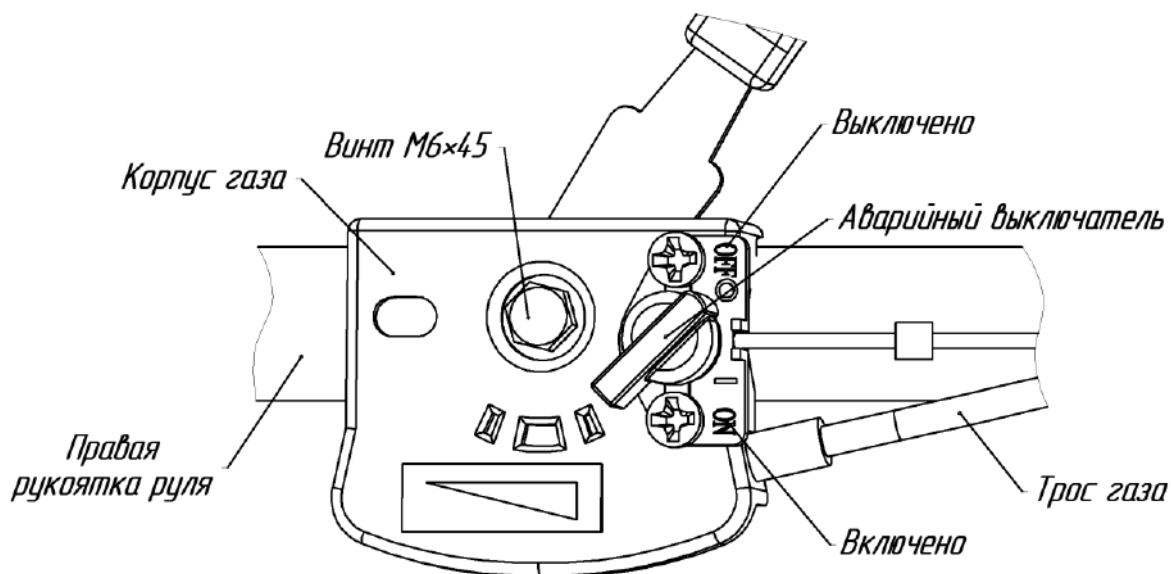

Рис.12. Механизм управления дроссельной заслонкой (газом) двигателя.
– установить ручку газа на рукоятке руля в положение "O" ("СТОП") (рис.10) или аварийный выключатель в положение "OFF" (рис.12);